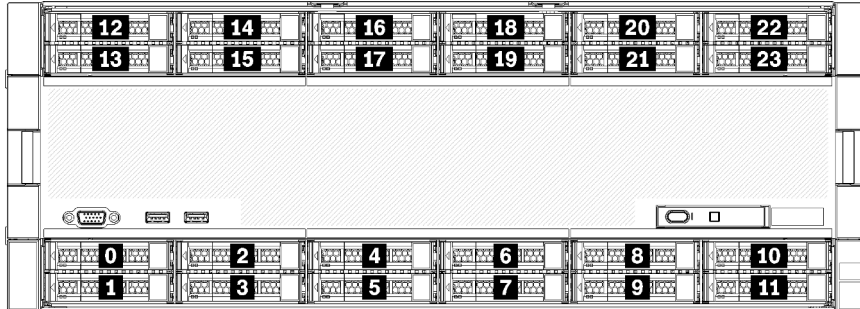

Figura 11. Locais do compartimento de unidade
- As duas unidades superiores oferecem suporte a unidades SAS, SATA ou de interface de NVMe (Lenovo AnyBay). O servidor pode oferecer suporte a até 12 unidades NVMe, dependendo da configuração do servidor. Os compartimentos de unidade NVMe são os compartimentos com numeração par, conforme mostrado em Figura 11 "Locais do compartimento de unidade" na página 25.